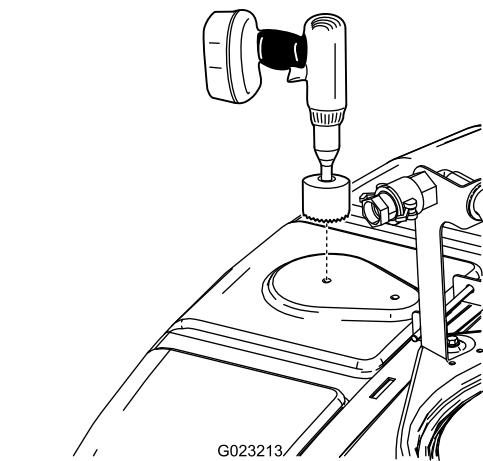

Figura 13
- Individuate la posizione anteriore sull'estremità superiore del serbatoio come illustrato nella Figura 13.
- Utilizzate una sega a tazza di 9 cm per realizzare un foro in corrispondenza del segno di foratura (Figura 13).